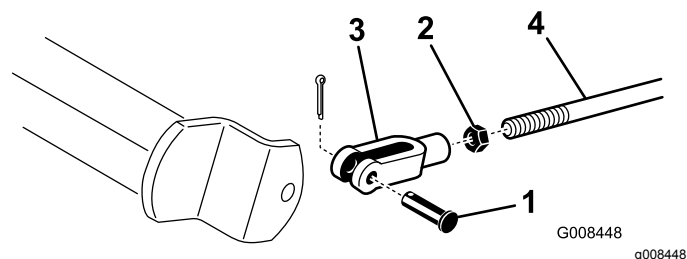

Figura 44
- A. Scollegate le aste dei freni rimuovendo la coppia e il perno del cavallotto (Figura 44).
- B. Allentate il controdado e regolate il cavallotto come opportuno (Figura 44).
- C. Montate il cavallotto sull'albero del freno (Figura 44).